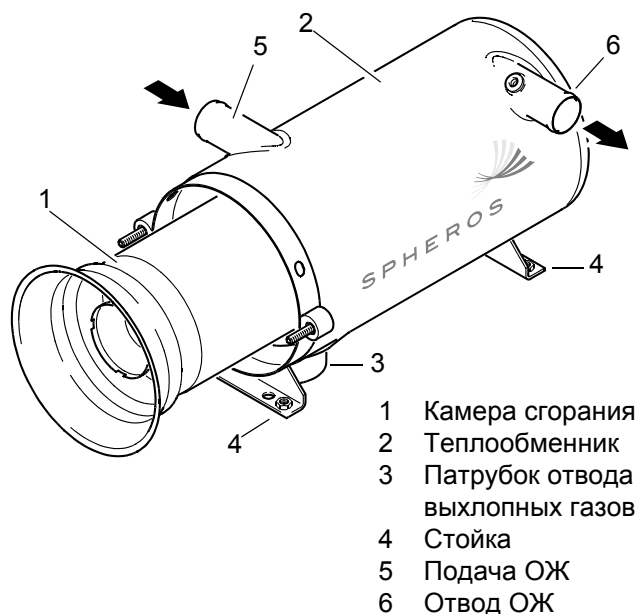

Рис. 807 Демонтаж и установка камеры сгорания
2. Вынуть камеру сгорания (1, Рис. 807) из теплообменника (2).
1. Вставить камеру сгорания (1, Рис. 807) до упора в теплообменник (2).
3. Вынуть камеру сгорания (1, Рис. 807) из теплообменника (2) (см. 8.11).
4. При необходимости ослабить стяжной хомут выхлопного трубопровода у патрубка отвода выхлопных газов (3).
6. Ослабить шланговые хомуты на шлангах охлаждающей жидкости, стянуть шланги охлаждающей жидкости с патрубков подачи (5) и отвода (6) охлаждающей жидкости и закрыть заглушками. Соблюдать осторожность при повышенной температуре охлаждающей жидкости.
7. Удалить винты и подкладные шайбы на стойке (4) теплообменника.
1. Установить теплообменник (2, Рис. 807) в положение сборки и закрепить стойку (4) на транспортном средстве, в зависимости от используемых точек крепления, винтами, гайками и подкладными шайбами.
2. При необходимости закрепить стяжной хомут выхлопного трубопровода у патрубка отвода выхлопных газов (3).
3. Подсоединить шланги охлаждающей жидкости в месте подачи (5) и отвода охлаждающей жидкости (6) и зафиксировать шланговые хомуты с усилием  $6 \pm 0,6$  Нм.